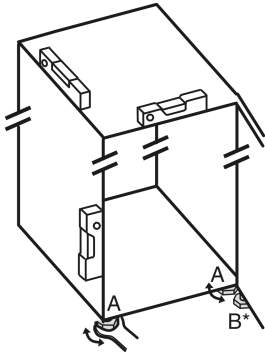

Fig. 34
- ▶ Stellfüße Fig. 34 (A) mit beiliegendem Gabelschlüssel und mit Hilfe einer Wasserwaage herausdrehen, bis das Gerät fest und ebenstehend ausgerichtet ist.
- ▶ Stellfuß Fig. 34 (B) am Lagerbock mit beiliegendem Gabelschlüssel herausdrehen, bis er auf dem Boden aufliegt.
- ▶ Stellfuß Fig. 34 (B) maximal um 90° weiter drehen, um eine Beschädigung der Tür zu vermeiden.